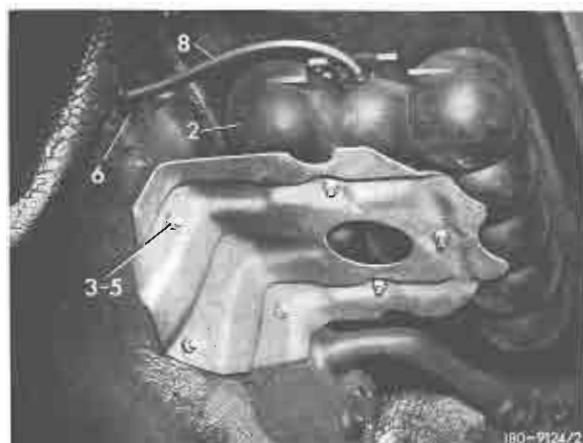

Bild 2
17 Halter des Unterdruck-Vorratsbehälters (2) nach Bild 2 an die Wölbung des rechten Radeinbaues drücken und die drei Befestigungslöcher anzeichnen.
20 Loch für die Gummitülle (6) nach Bild 2 mit 18 mm Durchmesser in den rechten Radeinbau bohren. Anschließend Gummitülle (6) einsetzen.
22 Unterdruckleitung (8) 2000 mm lang vom Unterdruck-Vorratsbehälter (2) entlang der Stirnwand zum Bremsgerät verlegen. Anschließend Schutzschlauch (9) im Bereich der Batterie auf die Unterdruckleitung (8) aufschieben (Bild 2).